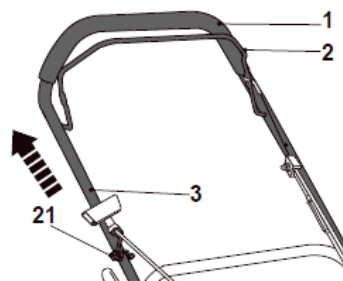
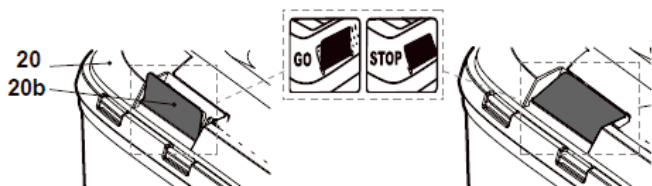

Fig. 12
Fig. 13
1. Tirer la barre de freinage (2) contre la poignée (1).
2. Tirer doucement la poignée du lanceur (22) (Fig. 12) et la placer dans le guide-cordon (21) sur le côté droit de la poignée supérieure (3) pendant l'utilisation (Fig. 13). Ne pas retirer le cordon du guide-cordon pendant le démarrage du moteur.